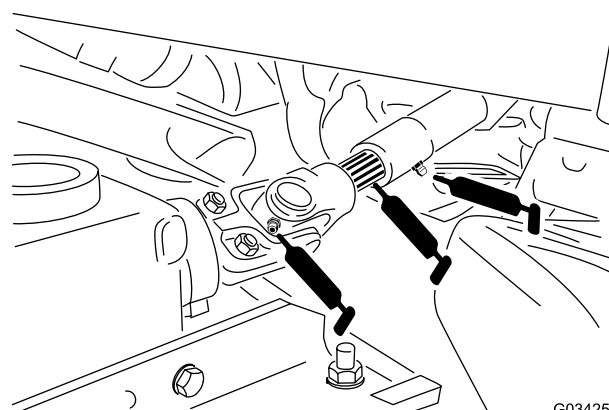

Figura 34
- Albero universale della PDF (Figura 34)